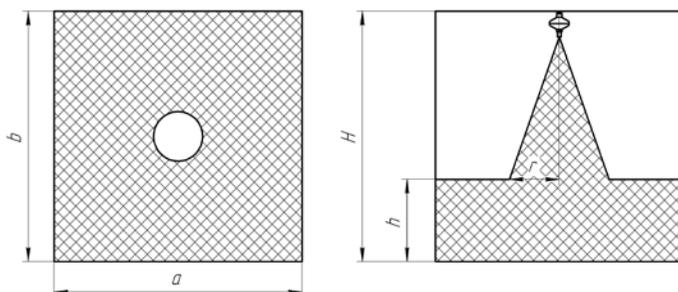

Рис.1
1.4. МПП могут применяться для тушения пожара на всей защищаемой площади локального тушения, на части площади или объема, или тушения всего защищаемого объема. При этом расчет количества и расположение модулей производится в соответствии с конфигурацией распыла (рис. 1, таблица 2).
2.2 Огнетушащая способность и конфигурации распыла порошка МПП «Ураган-18М» в защищаемой зоне при тушении очагов пожара классов «А» и «В» на закрытой площадке приведена на рис.1 и таблице 2.